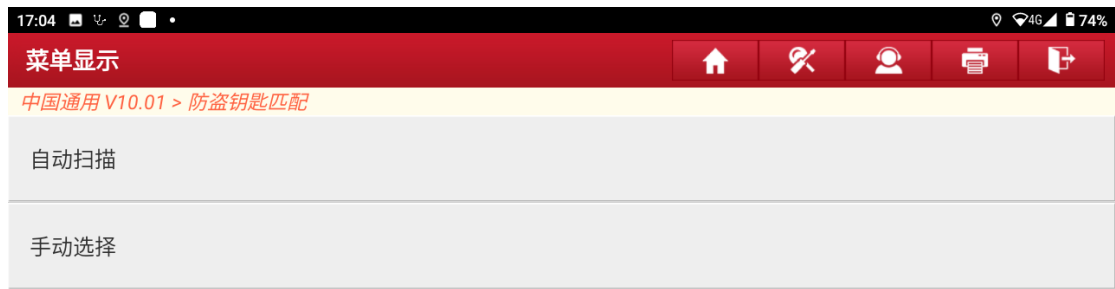

图 4-1
4. 选择菜单，建议选择【自动扫描】菜单（需要打开点火），软件会自动识别车型信息，如图 4-1、4-2：